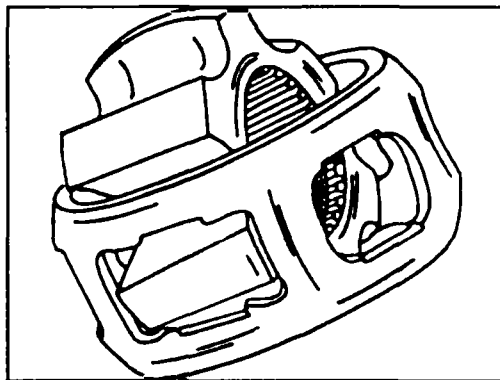

Рис. 6.5 Снятие ступицы из сепаратора
- ◆ Ступицу поверните в сепараторе так, чтобы один из ее сегментов мог войти в прямоугольное окно и выньте ступицу из сепаратора (см. рис. 6.5).